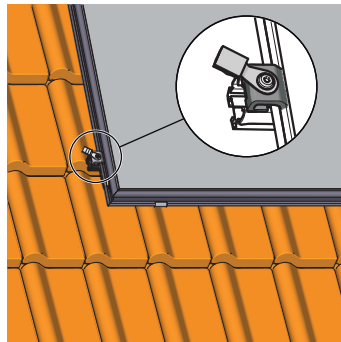

Bild 3-19 Einzelklemmstein mit Potentialausgleichsklemme einschieben und festschrauben
5. Den Einzelklemmstein mit Potentialausgleichsklemme an der Position des Rücklaufanschlusses in das Montageprofil einschieben und mit Innensechskantschlüssel festschrauben (Bild 3-19).